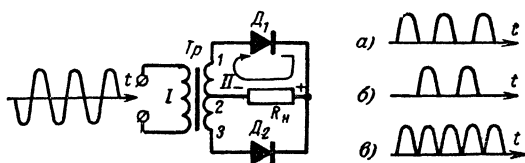
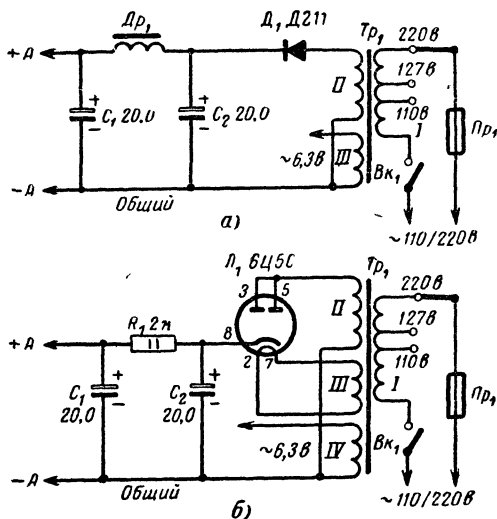
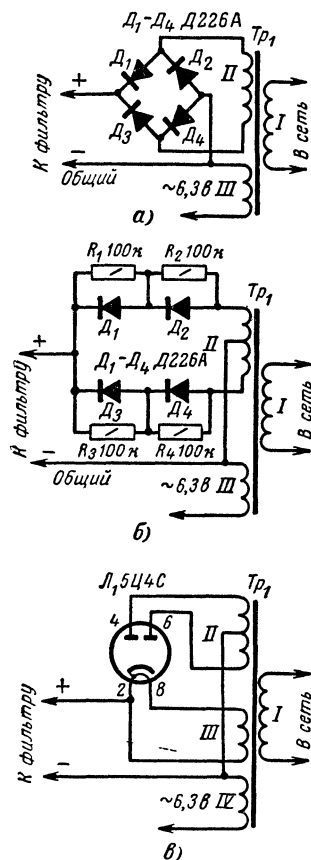
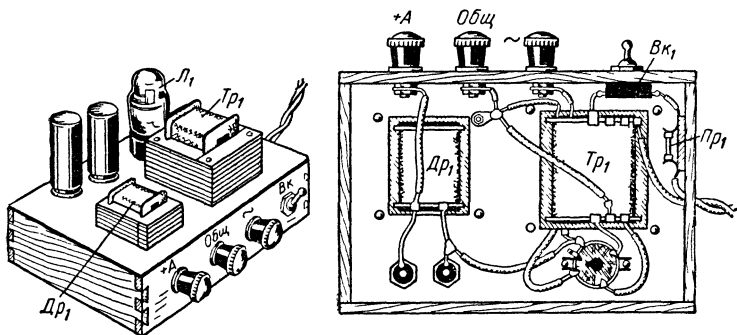

Рис. 166. Двухполупериодный выпрямитель с трансформатором и графики, иллюстрирующие работу выпрямителя.
Рис. 171. Принципиальные схемы однополупериодных выпрямителей.
Рис. 172. Принципиальные схемы двухполупериодных выпрямителей.
Рис. 173. Общий вид и монтаж двухполупериодного кенотронного выпрямителя.
Оба эти недостатка устранены в выпрямителе с трансформатором, схема которого приведена на рис. 166. Здесь выпрямляется не напряжение электросети, а напряжение вторичной (II) обмотки трансформатора Tr . Поскольку эта обмотка изолирована от первичной (I) сетевой обмотки, радиоконструкция не имеет контакта с сетью и к ней можно подключать заземление.
Принципиальные схемы двух таких выпрямителей для питания ламповых конструкций показаны на рис. 171. Сетевые обмотки I трансформаторов Tr_1 обоих выпрямителей, рассчитанные на напряжения сети 110—220 в, идентичны. Они подключаются к сети выключателями BK_1 через плавкие предохранители Pr_1 на ток 0,5—1 а.
В выпрямителе по схеме на рис. 171, а работает диод Д211. Диоды этого типа рассчитаны на выпрямление тока до 100 ма, а их максимальное обратное напряжение 600 в (см. приложение 2). А если в твоём хозяйстве нет такого диода? Его можно заменить двумя включенными последовательно диодами типа Д226В или Д7Ж, которые надо будет шунтировать резисторами сопротивлением по 100 ком (как это сделано в выпрямителе по схеме на рис. 172, б). Можно использовать диоды Д226А или Д7Д, но тогда их должно быть три, и также шунтировать их резисторами.
Особенность выпрямителя по схеме на рис. 171, б заключается только в том, что в нем работает кенотрон. Соответственно трансформатор питания имеет обмотку для питания нити накала этой лампы. Кенотрон 6Ц5С двуханодный. Здесь же оба анода соединены и, следовательно, кенотрон работает как одноанодный. Это увеличивает выпрямленный ток.
В фильтре выпрямителя по схеме на рис. 171, а стоит дроссель низкой частоты, а в фильтре выпрямителя по схеме на рис. 171, б — резистор. Но, как ты уже знаешь, дроссель можно заменить резистором, а резистор — дросселем. Предпочтение, однако, надо отдать дросселю — падение напряжения выпрямленного тока в фильтре будет меньше и сглаживание пульсаций лучше.
В обоих выпрямителях по схемам на рис. 171 один из выводов обмотки накала ламп соединен с отрицательным выводом выпрямителя. Этот проводник, обозначенный словом *Общий*, является общим для анодно-сеточных и накальных цепей радиоламп того устройства, которое будет питаться от выпрямителя. Так, между прочим, обычно делают не только в любительской, но и в промышленной радиоаппаратуре.
На рис. 172 приведены три схемы наиболее распространенных вариантов двухполупериодного выпрямителя. Сетевые обмотки I трансформаторов, показанные упрощенно, могут быть любыми, лишь бы во вторичных обмотках действовали
Выпрямитель по схеме на рис. 172,а собран из четырех диодов Д226А (можно Д7Ж), включенных по так называемой мостовой схеме. Его четыре плеча образуют как бы две параллельные ветви, по два диода в каждой. Повышающая обмотка *II* дает переменное напряжение около 250 в.
Выпрямитель по схеме на рис. 172,б действует так же, как ранее разобранный нами двухполупериодный выпрямитель (см. рис. 166). Только там в каждом плече стоял один диод, а здесь — по два диода, которые зашунтированы резисторами. Напряжение на выходе выпрямителя примерно равно напряжению одной секции повышающей обмотки.
В выпрямителе по схеме на рис. 172,в используется двуханодный кенотрон с общим катодом 5Ц4С. В связи с этим трансформатор имеет еще обмотку для питания нити накала этой лампы. Работает выпрямитель аналогично предыдущему: поочередно работает то один, то второй диод кенотрона, в результате чего происходит двухполупериодное выпрямление переменного тока.
Одна из возможных конструкций такого блока питания, смонтированного по схеме на рис. 172, в, с добавлением, конечно, сглаживающего фильтра, выключателя и плавкого предохранителя показана на рис. 173. Такой выпрямитель при-
В выпрямителе вместо кенотрона можно использовать также диоды Д226В или Д7Ж, включив их по любой из знакомых тебе схем (см. рис. 172). Если используешь мостовую схему (рис. 172, а), повышающая обмотка должна давать 220—250 *в* переменного напряжения. Диоды смонтируй на монтажной планке.